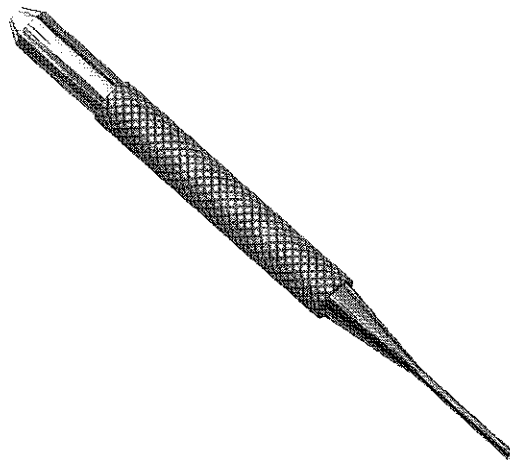

Figura 23
2. Remova a peça da posição 42.8 da peça da posição 47 usando a ferramenta da Figura 23.
3. Remova a peça da posição 42.7 da peça da posição 47 usando a ferramenta da Figura 23. Bata suavemente para não danificar.
4. Punção 1,5 mm 177247, 1 unidade; consulte a Figura 23.